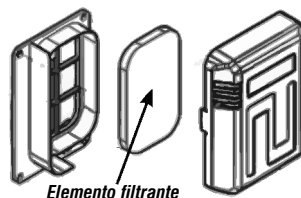

Fig. 23 – Elemento filtrante
- b. Retire el elemento filtrante (fig. 23). Si el elemento filtrante está sujo, lávelo con agua y detergente neutro.